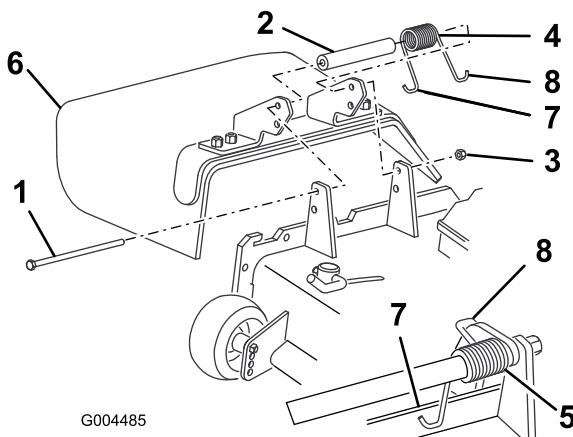

Figura 76
- Togliete il dado di bloccaggio, il bullone, la molla e il distanziale che fissano il deflettore alle staffe orientabili (Figura 76).
- Inserite un distanziale e la molla tra le nuove staffe del deflettore di sfalcio (Figura 76).
- Nota:** Prima di montare il bullone, come riportato nella Figura 76, verificate che l'estremità sinistra a J della molla sia inserita dietro il bordo del piatto di taglio.
Nota: Infilate l'estremità destra a J della molla attorno al deflettore di sfalcio (Figura 76).